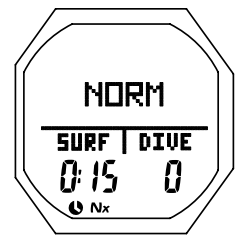

Fig. 24 - PRINCIPAL SUPERFICIE MODO NORM (ninguna inmersión realizada todavía)
**PANTALLA PRINCIPAL DEL MODO NORM EN SUPERFICIE** - Ésta es la información mostrada (Fig. 24/25):